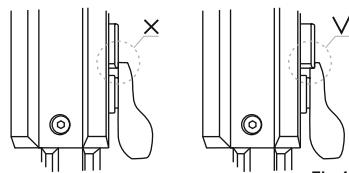

Fig.4
- Stringendo i dadi (2) dei morsetti (4) con la chiave esagonale S5, assicurarsi che l'attacco sia saldamente fissato alla slitta (in modo uniforme-senza spazi).
- Se questo non accade – cioè se i morsetti sono lenti sui chiaivistelli - aumentare l'altezza dei chiaivistelli (3). Per fare questo, utilizzare una chiave esagonale S3 e ruotare i dadi (5) dei chiaivistelli (3) in senso antiorario finché i morsetti (4) poggiino in modo saldo contro i chiaivistelli (Fig.4).
- Premere i chiaivistelli (3) e spostare i morsetti (4) in posizione "OPEN"; ora il cannocchiale può essere facilmente rimosso dal binario.